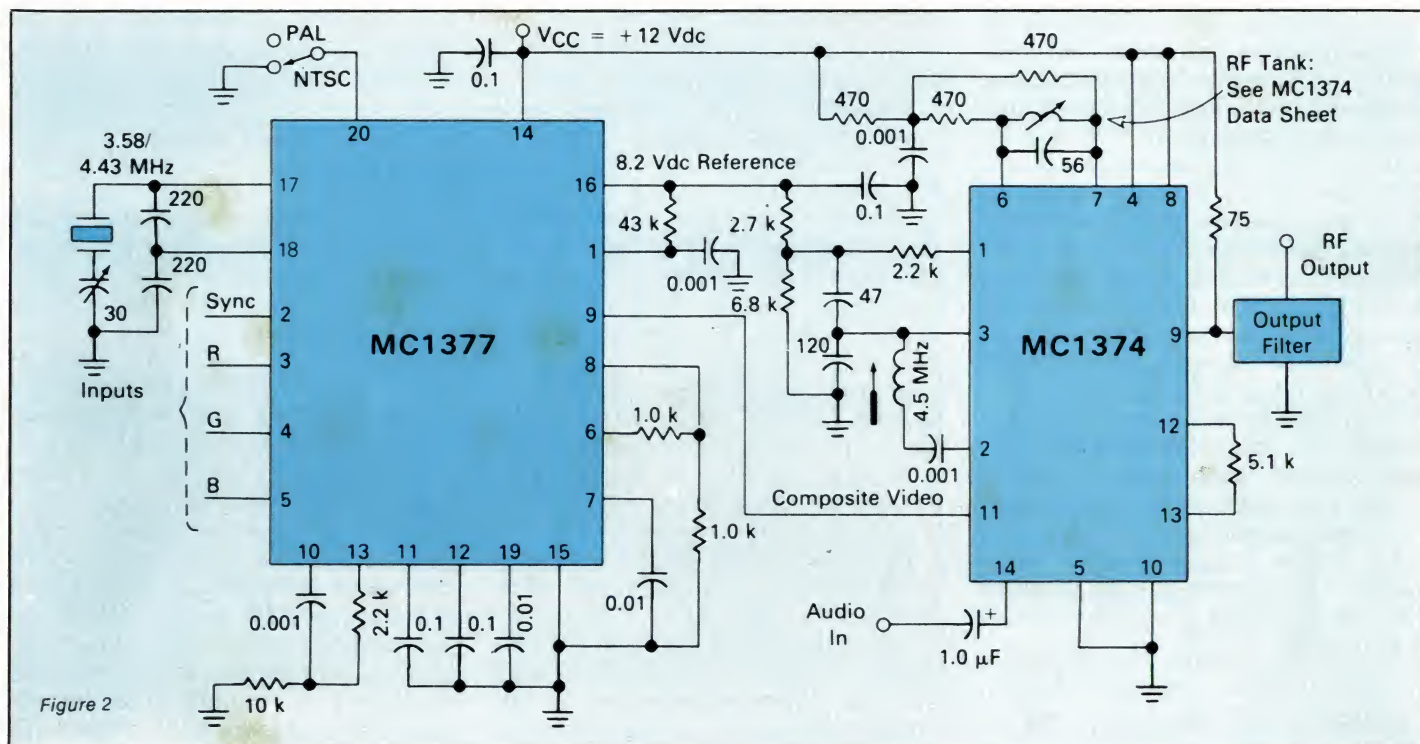

Figure 2
**Broche 9 :** Sortie vidéocomposite. La sortie est référencée au zéro et peut être directement couplée à un modulateur comme le montre le schéma de la figure 2.